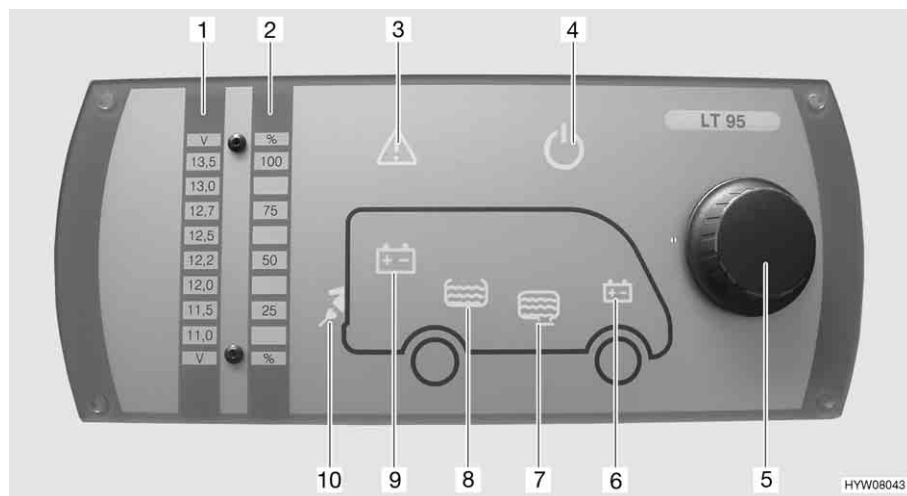

Fig. 75 Pannello di controllo (LT 95)
Il pulsante a rotazione (Fig. 75,5) inserisce o disinserisce il pannello di controllo e l'alimentazione a 12 V dell'abitacolo.
- Premere il pulsante a rotazione (Fig. 75,5): L'alimentazione a 12 V dell'abitacolo è inserita. La spia di controllo a 12 V (Fig. 75,4) diventa verde.
- Premere il pulsante a rotazione (Fig. 75,5): L'alimentazione a 12 V dell'abitacolo è disinserita. La spia di controllo a 12 V (Fig. 75,4) si spegne.
Mediante il pulsante a rotazione (Fig. 75,5) si possono interrogare sia la tensione della batteria dell'abitacolo che la tensione della batteria di avviamento. La tensione viene visualizzata sulla scala indicatore per la tensione della batteria (Fig. 75,1).
- Ruotare il pulsante a rotazione (Fig. 75,5), finché si accende il simbolo della batteria della quale deve essere interrogata la tensione.
|  | Viene indicata la tensione della batteria dell'abitacolo (Fig. 75,9) |
|  | Viene indicata la tensione della batteria di avviamento (Fig. 75,6) |
- Leggere la tensione sulla scala indicatore della tensione della batteria (Fig. 75,1).
Mediante il pulsante a rotazione (Fig. 75,5) si possono interrogare sia il livello del serbatoio dell'acqua che il livello del serbatoio delle acque grigie. Il livello viene visualizzato sulla scala indicatore livello dei serbatoi (Fig. 75,2).
- Ruotare il pulsante a rotazione (Fig. 75,5), finché si accende il simbolo del serbatoio del quale deve essere interrogato il livello.
| | Viene indicato il livello del serbatoio dell'acqua (Fig. 75,8) |
| | Viene indicato il livello del serbatoio delle acque grigie (Fig. 75,7) |
- Leggere il livello sulla scala indicatore del livello serbatoio (Fig. 75,2).
La spia luminosa Alarm (Fig. 75,3) lampeggia non appena i valori limite fissati vengono superati per eccesso o per difetto.
La spia luminosa Alarm (Fig. 75,3) lampeggia non appena la tensione della batteria scende al di sotto di 11 V. Se l'alimentazione a 12 V è accesa, si accende anche il relativo simbolo della batteria (Fig. 75,6 o 9), e l'indicatore "11,0" sulla scala indicatore della tensione della batteria (Fig. 75,1) lampeggia. Rischio di uno scaricamento totale della batteria.
La spia luminosa Alarm (Fig. 75,3) lampeggia ed il relativo simbolo del serbatoio (Fig. 75,7 o 8) si accende non appena il serbatoio dell'acqua è vuoto o il serbatoio delle acque grigie è pieno.
La spia di controllo a 230 V (Fig. 75,10) si accende quando all'ingresso della centralina elettrica è presente una tensione di rete.